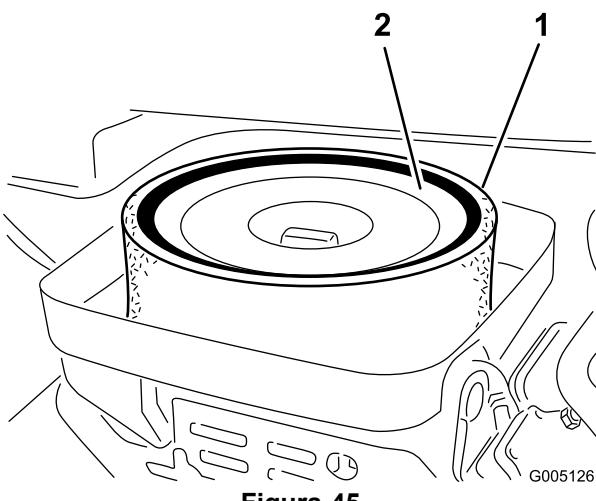

Figura 45
3. Se o elemento de esponja se encontrar sujo, deverá retirá-lo do elemento de papel (Figura 45). Limpe cuidadosamente da seguinte forma: